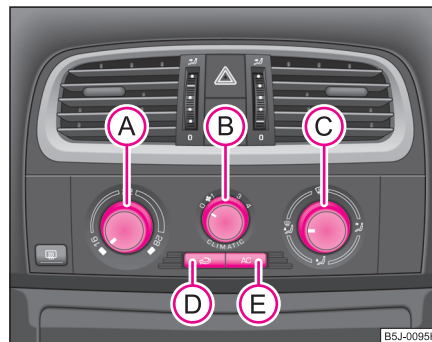

Fig. 94 Climatic:
El aire acondicionado funciona si se presiona el conmutador (AC) ⇒ página 106, fig. 94 \(E\) y se cumplen las siguientes condiciones:
- Gire el regulador giratorio (A) → fig. 94 hacia la derecha para aumentar la temperatura.
- Gire el regulador giratorio (A) hacia la izquierda para bajar la temperatura.
- Dejar el regulador giratorio **(A)** ⇒ **página 106, fig. 94** en la temperatura que usted prefiere normalmente (recomendamos 22 °C)
- Presione el conmutador  ⇒ página 106, fig. 94, el símbolo del conmutador  se encenderá.
Si el regulador distribuidor de aire (C) se encuentra en la posición  ⇒ página 106, fig. 94, el servicio de aire circulante se desconectará automáticamente. Pulsando repetidamente la tecla , usted puede conectar de nuevo el servicio de aire circulante también en esta posición.
La entrada de aire para cada eyector se ajusta con el regulador de la distribución de aire (C) ⇒ página 106, fig. 94. Los difusores 3 y 4 se pueden cerrar y abrir por separado:
De los difusores abiertos fluye, según la posición del regulador (A) ⇒ página 106, fig. 94 y según las condiciones climatológicas, aire sin calentar o enfriado. ■